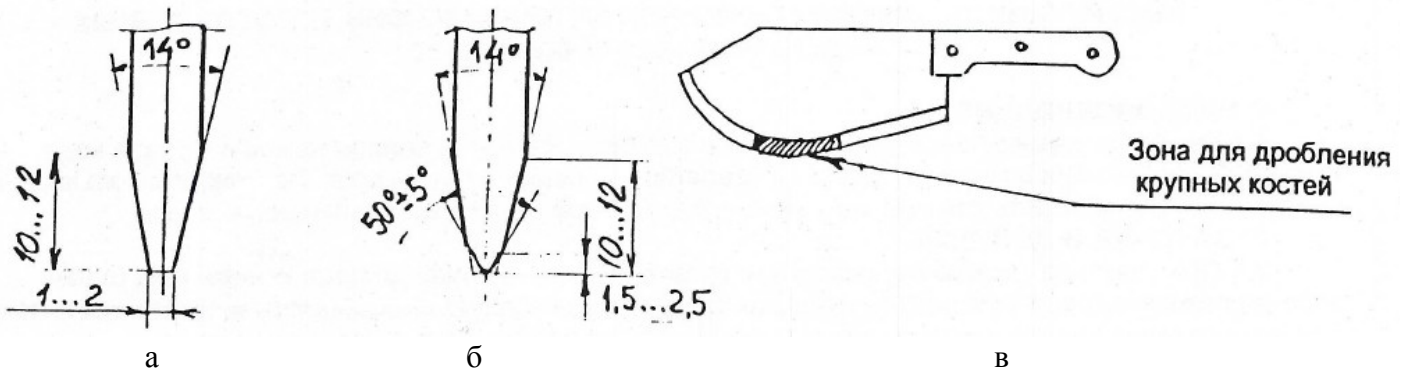

Рисунок 2. Заточка секачей марки Я2-ПТН-9, 10, 22, 23, 24
- Ножи (секачи) марок Я2-ПТН-9, 10, 22, 23 и 24 выпускаются с притуплением режущей кромки 1...2 мм и с фрезерованными широкими, до 10-15 мм, фасками (см. рис. 2а).
Заточка режущей кромки секача производится пользователем. Угол заточки: $50^{\circ} \pm 5^{\circ}$ (см. рис. 2б), при этом образуются две узкие (до 2 - х мм) фаски.
- По мере переточки режущей кромки и правки угла заточки, периодически следует подшлифовывать широкую фаску лезвия до указанных на рис.2а размеров.
При разрубке крупных костей секачами марки Я2-ПТН-22, 23, 24 рекомендуется использовать зону лезвия секачей, указанную на рис. 2в.